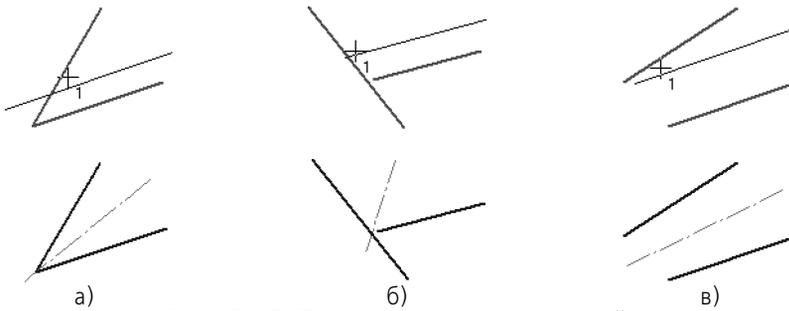

Рис. 43.46. Примеры построения автоосевой
- если отрезки пересекаются, то автоосевая начинается в точке их пересечения (рис. 43.46, а),
- если один отрезок пересекается с воображаемым продолжением второго отрезка, то автоосевая начинается в точке пересечения этих линий (рис. 43.46, б),
- если отрезки не пересекаются, то автоосевая начинается в точке пересечения биссектрисы угла с воображаемой прямой, проходящей через начала отрезков (рис. 43.46, в).